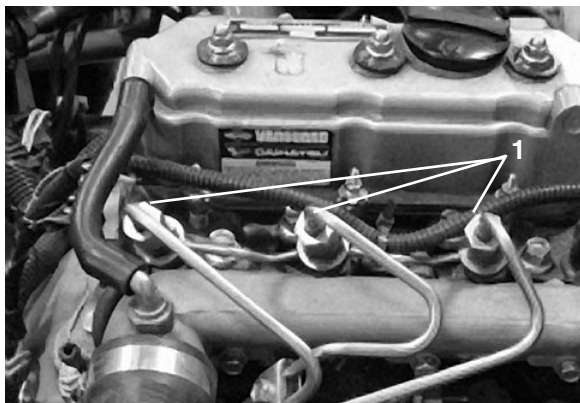

Figure 41
## Purge de l'air des injecteurs (Fig. 41)
2. Desserrez le raccord entre l'injecteur N° 1 et le porte-injecteurs (Fig. 41).